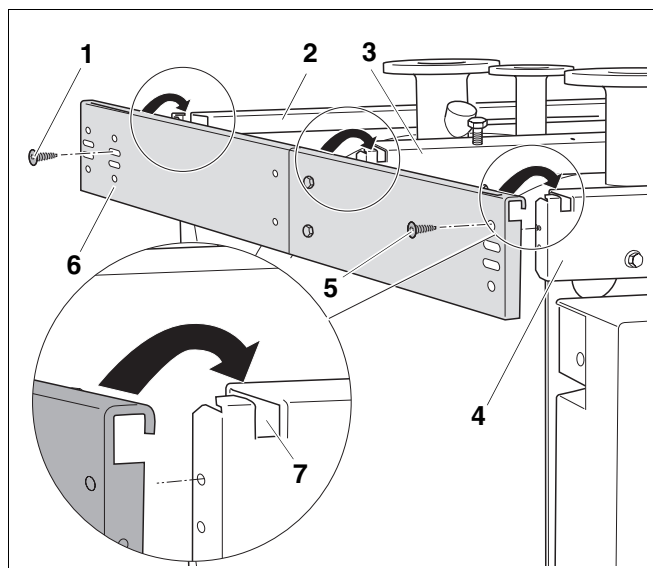

Рис. 17 Установка боковой траверсы
Монтаж боковых траверс приведен здесь на примере левой боковой траверсы (рис. 17, поз. 1). Монтаж правой боковой траверсы осуществляется аналогично.
- Подвесить боковую траверсу (рис. 17, поз. 6) в выемку (рис. 17, поз. 7).
- Прикрутить боковую траверсу (рис. 17, поз. 6) через верхние отверстия винтами (рис. 17, поз. 5) к передней траверсе (рис. 17, поз. 4).
- Закрепить боковую траверсу (рис. 17, поз. 6) через верхнее отверстие винтами (рис. 17, поз. 1) к нижней траверсе (рис. 17, поз. 2).